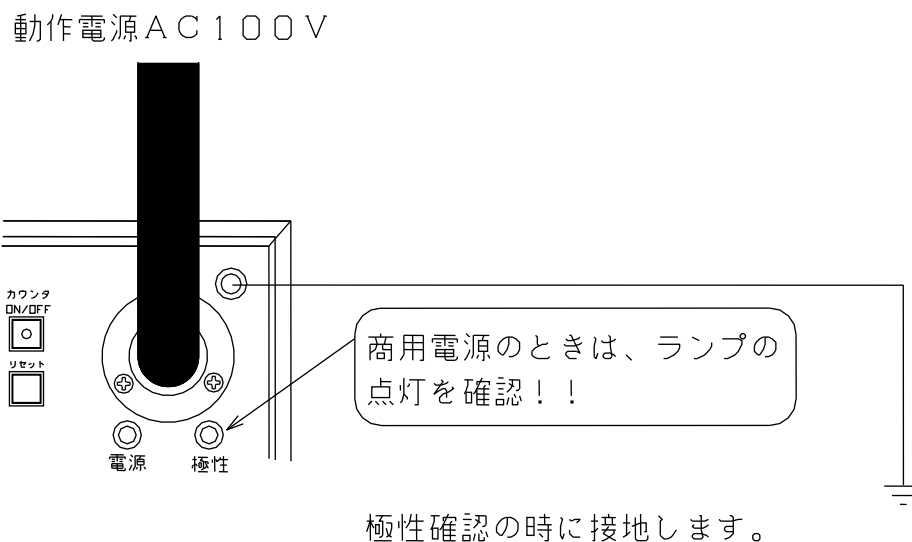

図4：電源の極性確認方法
5. 試験装置の電源スイッチが“OFF”になっていることを確認し、電源コネクタに試験用電源(AC100V)を入力します。商用電源を使用する場合は、接地端子を接地し極性ランプが点灯する方向へ電源プラグの向きを合わせて下さい。(図4)